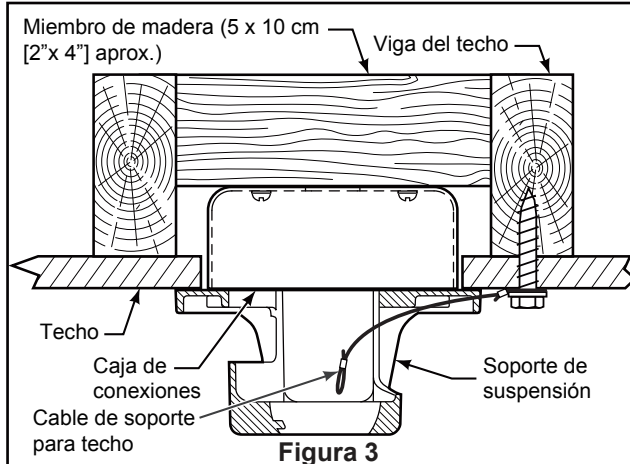

Figura 3
3. Afloje los dos tornillos de fijación del soporte del barral de soporte para techo a través de la varilla. Introduzca los cables de color negro, blanco y azul cables y cable de seguridad a través de la varilla. (Figura 3)
- ☐ 1. Perfore un orificio de 1/4" en la estructura del edificio para evitar grietas con la instalación del tornillo de intervalo. Utilice el tornillo de intervalo de 3/8"x 2" y la arandela plana para fijar el cable de seguridad a la viga del techo o a la estructura de madera. Dicho tornillo pasará a través de arandela plana, la presilla del cable de seguridad y se fijará en la estructura del edificio. (Figura 3)
NOTA: el cable de soporte para techo no se puede asegurar solamente a la caja de conexiones; se debe asegurar directamente a la viga de techo o miembro estructural con el tornillo de cabeza cuadrada de 3/8"x2" y la arandela plana. (Figura 3)